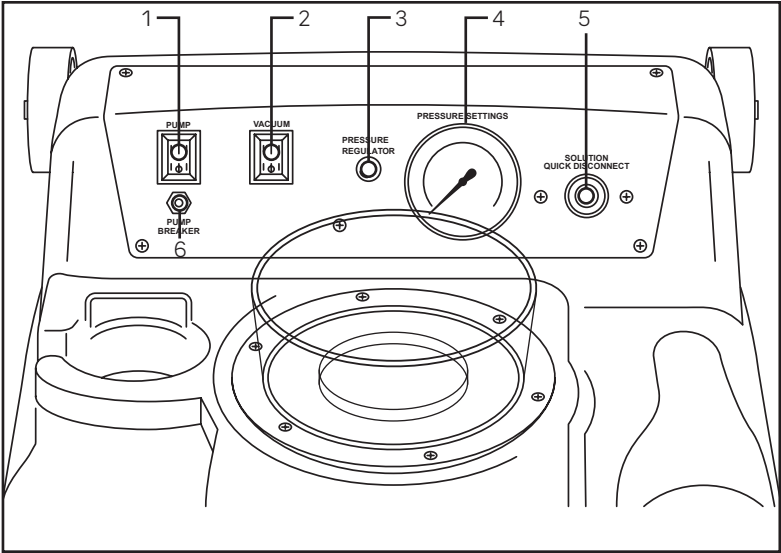

Fig. 1
7. Coloque el interruptor de la bomba (#1 Fig. 1) en la posición "ON". Mientras la bomba esté encendida y el agua no esté fluyendo, asegúrese de que la presión de la bomba indique 500 psi.
9. Gire el interruptor de vacío (nº 2 Fig. 1) a la posición "ON" para comenzar la limpieza.
10. Con la línea de solución conectada a la varilla de pulverización y a la máquina (#5 Fig. 1), cargue la bomba apretando el gatillo de la varilla de pulverización y soltando el agua (mantenga la punta de la boquilla sobre el depósito de solución para devolver el agua al depósito de solución). Esto eliminará el aire de la línea de solución.
11. Usando el ajuste de presión (#3 en la Fig. 1) ajuste la presión de la unidad para adaptarla a su tarea de limpieza. La presión de la bomba sin flujo debe ajustarse a 500 psi (presión de trabajo de 180-200 psi) para la aplicación de productos químicos en el modo de baja presión de la pistola pulverizadora. El producto químico no se mezclará si la presión de trabajo no es de 180-200 psi (presión estática de la bomba de 500 psi).
5. Coloque el interruptor de la bomba (#1 Fig. 1) en la posición "ON". Para el funcionamiento de mezcla, la presión debe ajustarse a 500 psi.
6. Gire el interruptor de vacío (nº 2 Fig. 1) a la posición "ON" para comenzar la limpieza.
7. Con la manguera para la solución conectada a la varilla y a la máquina (nº 5 Fig. 1), cargue la bomba apretando el gatillo de la varilla y soltando el agua (mantenga la punta de la aspiradora sobre el depósito para la solución para devolver el agua al depósito). Esto eliminará el aire de la línea de solución.
8. Usando el ajuste de presión (#3 en la Fig. 1) ajuste la presión de la unidad para adaptarla a su tarea de limpieza. La presión de la bomba sin flujo debe ajustarse a 500 psi (presión de trabajo de 180-200 psi) para la aplicación de productos químicos en el modo de baja presión de la pistola pulverizadora. El producto químico no se mezclará si la presión de trabajo no es de 180-200 psi (presión estática de la bomba de 500 psi).